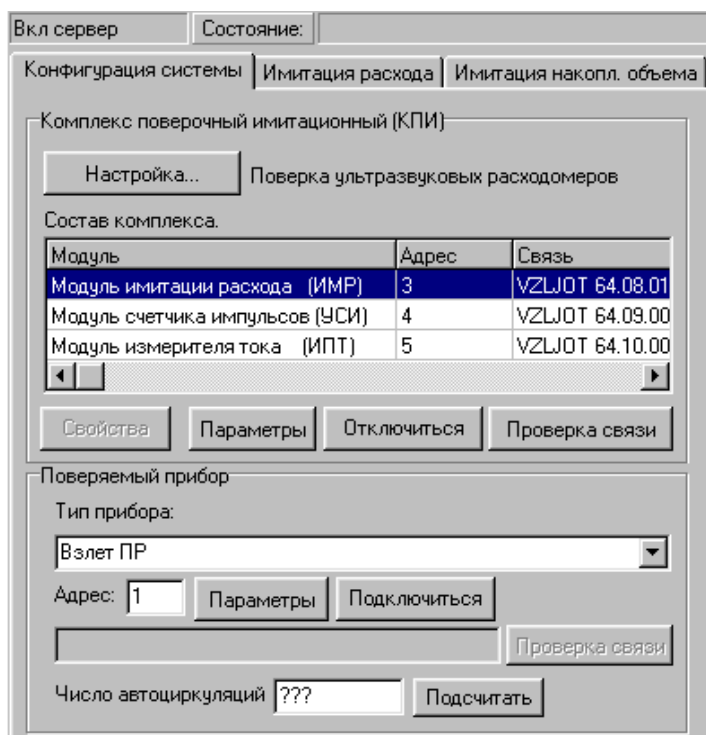

Рис.5. Вид основного окна после проверки связи модулей.
- 2.4.1.4. Включение сервера связи производится активизацией кнопки **Подключиться**, расположенной под таблицей **Состав комплекса**. О включении сервера свидетельствует надпись **Вкл сервер**, индицируемая в строке над заголовком вкладки **Конфигурация системы** (рис.5).
После включения сервера необходимо проверить наличие связи между модулями и сервером. Для этого активизируют кнопку **Проверка связи**, расположенную под таблицей **Состав комплекса**. Результаты контроля отображаются в графе **Связь** таблицы **Состав комплекса** в строке соответствующего наименования модуля в виде идентификационного номера версии внутреннего ПО (рис.5).